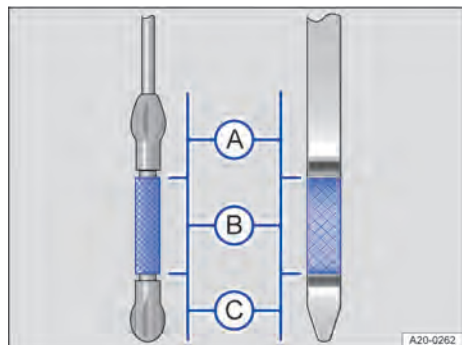

Fig. 198 Jauges d'huile avec repère pour niveau d'huile-moteur (variantes)
7. Retirez de nouveau la jauge d'huile puis lisez le niveau d'huile sur la jauge comme suit → fig. 198 :
- Ⓐ Niveau d'huile trop élevé. Tenez compte des messages éventuellement affichés dans le combiné des instruments ou faites appel à un spécialiste agréé → ①.
12. Lisez de nouveau le niveau d'huile sur la jauge avant de verser une petite quantité supplémentaire d'huile-moteur. Ne versez jamais de quantité excessive d'huile-moteur → ①.
13. À la fin de l'appoint, le niveau d'huile doit se situer au milieu de la zone → fig. 198 Ⓑ. Le niveau d'huile ne doit pas se situer dans la zone → fig. 198 Ⓐ → ①.
→ fig. 198 Ⓐ, ne démarrez pas le moteur. Faites appel à un spécialiste.
- Si le niveau d'huile se trouve dans la zone → fig. 198 Ⓐ, ne démarrez pas le moteur et faites appel à un spécialiste agréé.